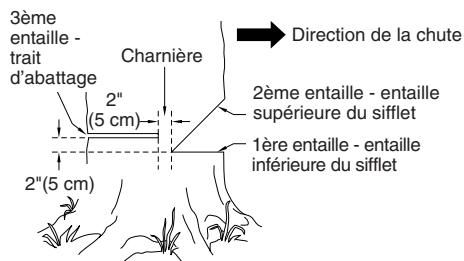

Figure 12 - Abattage d'un arbre
Un sifflet d'abattage correctement placé permet de déterminer la direction de la chute de l'arbre. Placer le sifflet d'abattage du côté de l'arbre où l'on veut qu'il tombe. (Voir la figure 12, page 51.) Procéder de la façon suivante pour faire le sifflet.
1. Faire l'entaille inférieure aussi près du sol que possible. Tenir la tronçonneuse de manière à ce que la guide-chaîne soit horizontale. Tailler sur 1/3 du diamètre du tronc d'arbre. (Voir la figure 12, page 51.)
Exemple : Si l'entaille inférieure a 20 cm (8 po) de profondeur, commencer l'entaille supérieure à 20 cm au-dessus de cette dernière. Scier vers le bas à un angle de 45°. L'entaille supérieure doit rencontrer l'extrémité de l'entaille inférieure. (Voir la figure 12.)
- De l'autre côté de l'arbre, faire le trait d'abattage à 5 cm (2 po) au-dessus de l'entaille inférieure du sifflet. (Voir la figure 12.) Faire le trait parallèle à l'entaille inférieure.
AVERTISSEMENT : Ne pas scier l'arbre complètement. Laisser environ 5 cm (2 po) de bois non scié directement derrière le sifflet d'abattage. (Voir la figure 12.) Cette partie non sciée sert de charnière. La charnière empêche l'arbre de se tordre et de tomber dans la mauvaise direction.